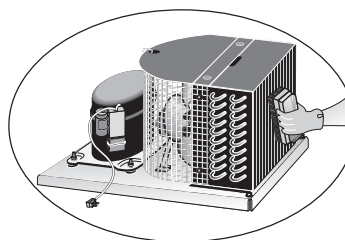

Abbildung 1
**SCHRITT 1** - Um die Temperatur T1 anzuzeigen, drücken Sie die Info-Taste und lassen Sie sie los.  „t1“ wird angezeigt. Siehe Abb. 1.
Angesammelten Schmutz von Kondensatorschlange und Gebläse mit einem steifen Borstenpinsel reinigen. (Siehe Abbildung 1).